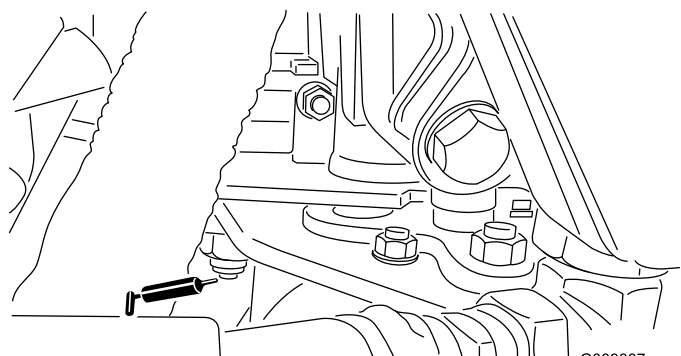

Figura 42
- Pivote del pedal de tracción (Figura 42)